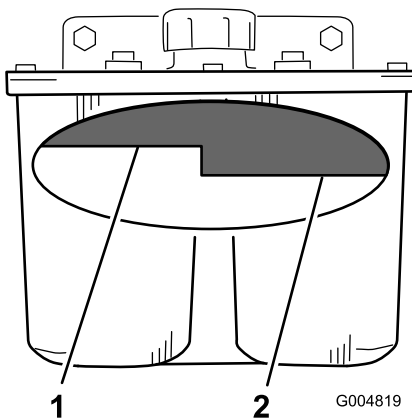

Bild 98
3. Reinigen Sie den Bereich um den Füllstutzen des Hydraulikölbehälters (Bild 98).
4. Nehmen Sie den Deckel vom Füllstutzen des Behälters ab und sehen Sie in den Behälter, ob dieser noch mit Hydrauliköl gefüllt ist (Bild 98).
Hinweis: Der Füllstand sollte bei heißem Öl die Oberkante der heißen Einfüllmarkierung der Zwischenplatte erreichen (Bild 98).